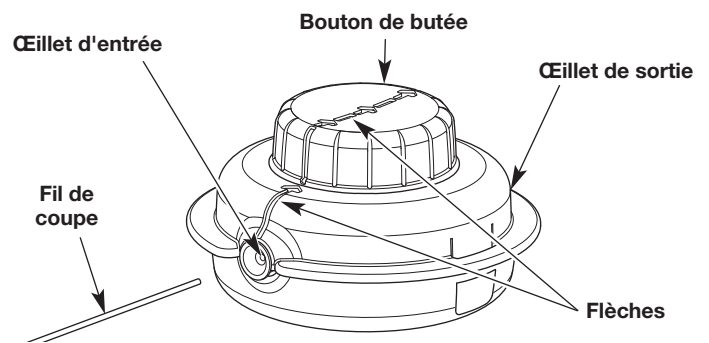

Fig. 14
- Tournez le bouton de butée dans le sens des aiguilles d'une montre pour aligner les flèches (Fig. 14).
- Insérez le nouveau fil de coupe dans l'œillet d'entrée (Fig. 14). Poussez le fil à travers la tête de coupe jusqu'à ce que quelques centimètres dépassent de l'œillet de sortie. Tirez le fil jusqu'à ce que les extrémités soient de longueur égale.